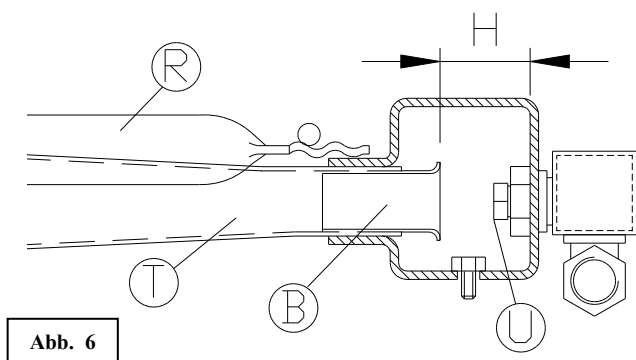

Abb. 6
- Die Befestigungsschraube lösen und die Luftdüse "B" auf den korrekten Abstand H einstellen, gemäß den Angaben in Tabelle 4a oder 4b und Abb. 6. Dann die Befestigungsschraube gut anziehen und mit Farbe versiegeln.